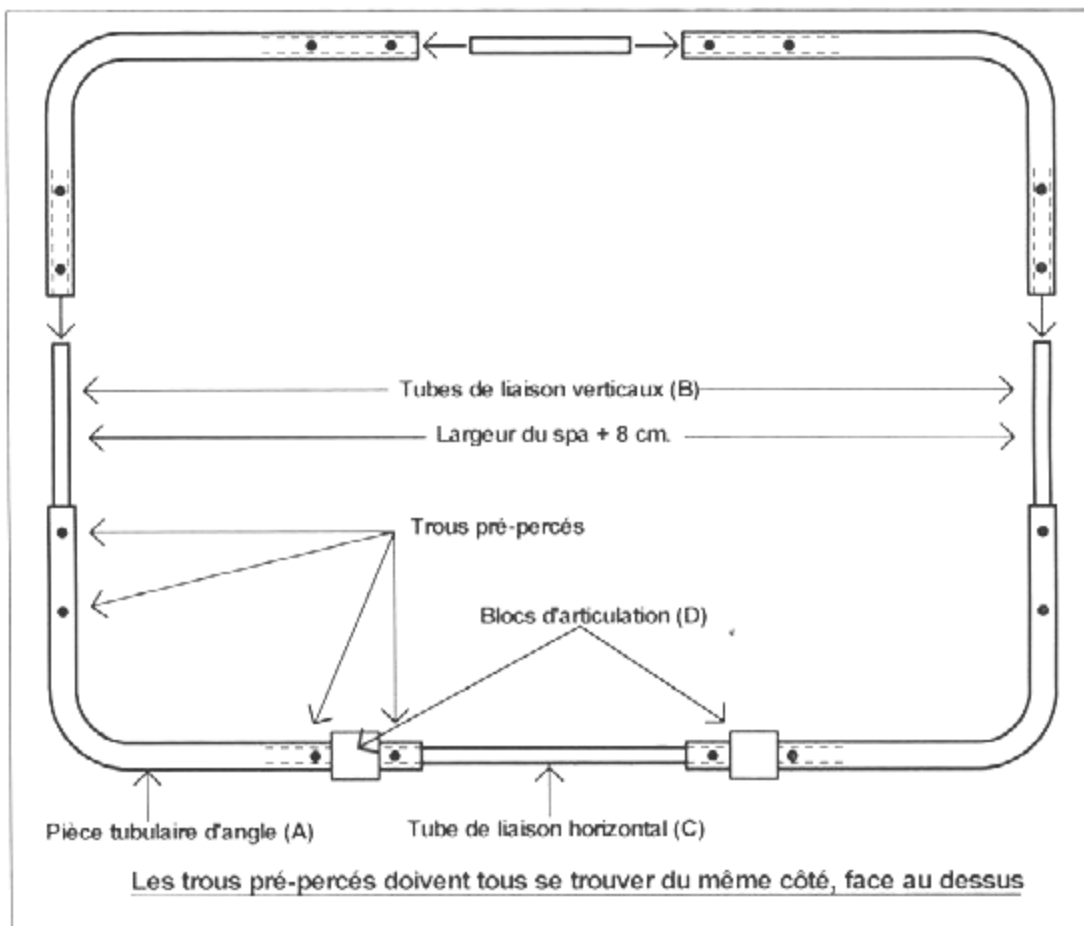

Figure 3
- 2) Insérer les 2 blocs d'articulation (D) sur les parties longues de deux pièces tubulaires d'angle (A) qui viendront se placer à la base du spa. Insérer ensuite un tube de liaison horizontal long (C) à l'intérieur des deux parties longues de ces deux pièces tubulaires d'angle. L'**E-Z Lifter** doit ressembler maintenant à un rectangle ou un carré ouvert à trois côtés avec les blocs d'articulation à sa base.
- 3) Insérez les deux tubes de liaison verticaux courts (B) à l'intérieur des parties courtes des deux pièces tubulaires d'angle (A), les trous pré-perçés de ces dernières étant placés au dessus. (Voir figure 3)
- 4) Insérer le tube de liaison horizontal (C) restant dans les deux côtés longs des deux pièces tubulaires d'angle restantes comme indiqué dans le paragraphe 2. Maintenant prenez les côtés courts des deux pièces tubulaires d'angles et glissez les autour des deux tubes de liaison verticaux courts (B) assemblés dans le paragraphe 3. Assurez vous que les trous pré-perçés des quatre pièces tubulaires d'angle soit tous dirigés sur la face supérieure du montage. Votre **E-Z Lifter** doit maintenant avoir la forme d'un rectangle ou d'un carré complet. (Voir figure 3)
6) Après vous être assuré de l'exactitude des mesures, vissez les vis auto-taraudeuses (F) dans les trous pré-perçés dans les pièces tubulaires d'angle (A) pour les solidariser aux tubes de liaison verticaux courts (B) et horizontaux longs (C). Fixez les blocs d'articulations (D) à la base du spa, leurs positions sur la pièce tubulaire d'angle se situant entre les deux trous pré-perçés (voir figure 3). L'**E-Z Lifter** est maintenant rigide et en position finale.